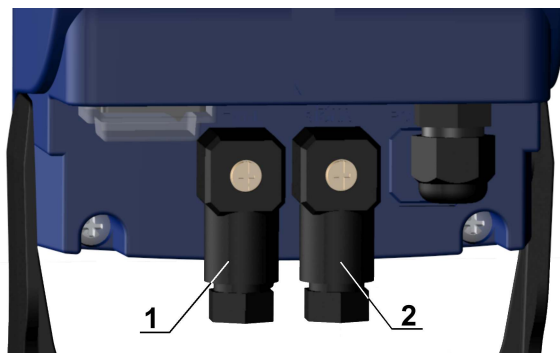

Fig. 13
Verifique que o conector de sinal mA (pos. 2 Fig. 13) recebe o sinal relativo a ele. Se tal sinal não estiver presente a bomba dosadora permanece inativa. Para a primeira escorva é necessário usar o conector fornecido com a bomba